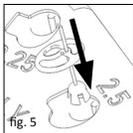

fig. 5
■ **fig. 5** Proteza TTP® VARIAC va fi introdusă corespunzător lungimii determinate înainte (vezi mai sus: utilizarea discului separator) în decuparea prevăzută pentru aceasta pe discul separator. Fantele pe clopotul protezei vor fi astfel aranjate ca clopotul să gliseze în jos de-a lungul nervurilor de ghidare. Această procedură ar trebui să se efectueze cu ajutorul pensetei din titan (REF 8000 136) ce se poate livra opțional.